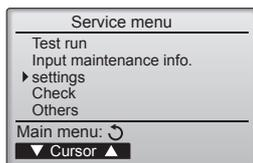

Fig. 6-2
### 6.2. Fjärrkontroll (Fig. 6-2)
- ① (Fig. 6-2)